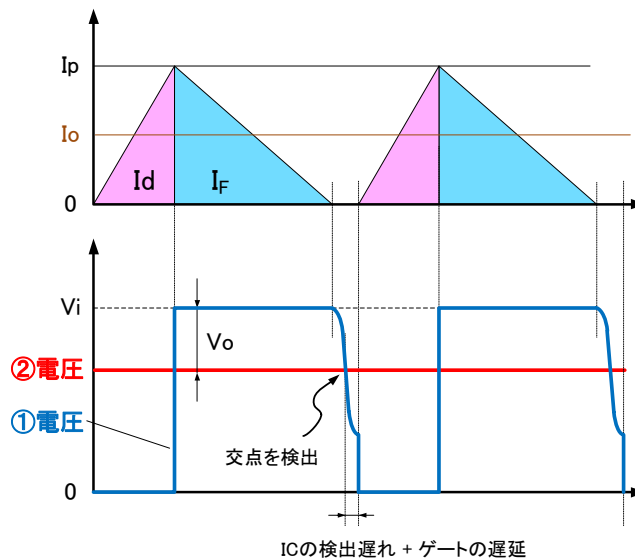

図 2 臨界型降圧チョップにおける MOSFET とダイオードの電流波形およびチョーク両端の電圧波形
MV1002SC は臨界型降圧チョップ方式の制御 IC であり、回路構成は図 1、MOSFET およびダイオードに流れる電流波形はそれぞれ図 2 の  $I_d, I_F$  となります。一般的な臨界型降圧チョップ回路は  $I_F$  がゼロになってから MOSFET がオンするため、ダイオードのリカバリ電流がほとんどなく、PWM 型回路に比べて低損失・低ノイズになります。その一方では、出力電流(LED 電流)の変化にともない発振周波数が大きく変化し、調光特性・効率が悪化するのが欠点です。
MV1002SC は、電圧変換された  $I_d$  を電流検出端子(CS 端子)で検出し、CS 基準電圧に達すると MOSFET をオフします(ピーク電流検出)。また、ダイオード電流  $I_F$  がゼロになり  $S_{vout}$  電圧が  $S_{vin}$  電圧を下回ったことを検出(ゼロ電流検出)し、MOSFET をオンさせて臨界制御を行います。チョーク両端の電圧(図 2 の①と②)を抵抗分圧し  $S_{vin}$  端子・ $S_{vout}$  端子に入力することで、補助巻線なしで臨界動作を実現できます。さらに、オフ時間変調機能により、調光時の周波数上昇を抑制することができます。深調光時にも安定した効率・調光特性を得ることができます。(P.19 5 項【調光特性について】参照)